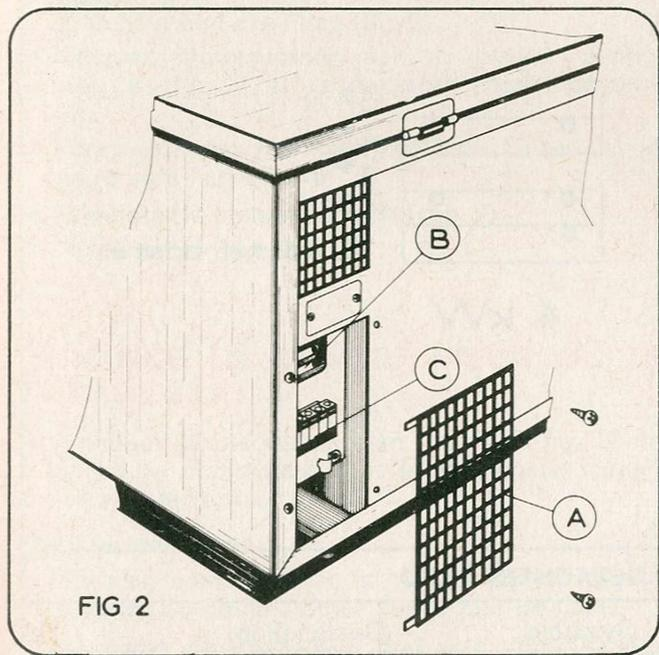

FIG 2
A la partie arrière se trouve la trappe d'accès aux connexions (fig. 2 - rep. A).
- Dévisser les 2 vis fixant la platine standard (rep. C - fig. 2) à l'appareil.
- Respecter la distance de 5 mm entre le 1er écrou et le haut de l'axe fileté (fig. 2).